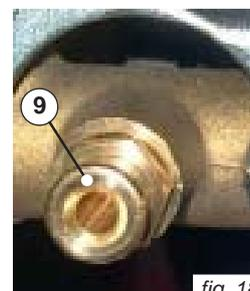

fig. 18
- Chiudere il rubinetto di carico (fig. 18) e quindi sfogare nuovamente l'aria attraverso le valvole di sfogo dei radiatori, e della valvola prevista sul gruppo mandata impianto